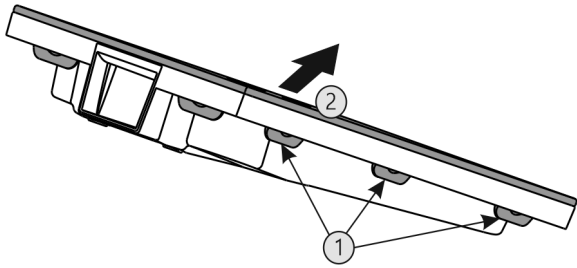

Fig. 65
- ▶ Alle Laschen Fig. 65 (1) nacheinander drücken und die Abdeckung Fig. 65 (2) entnehmen.